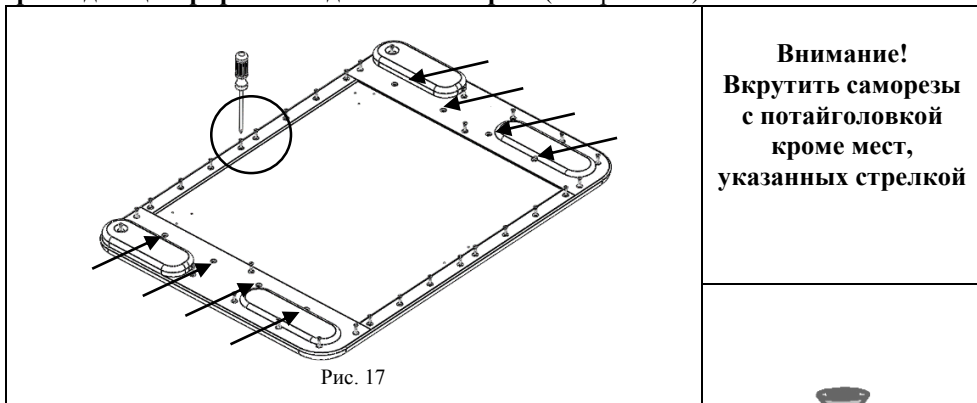

Рис. 17
5.5.3. В сборку по п.5.5.2 вкрутить саморезы с потайной головкой (поз.1, пакет №86) кроме мест, указанных стрелкой (См. рис. 17)